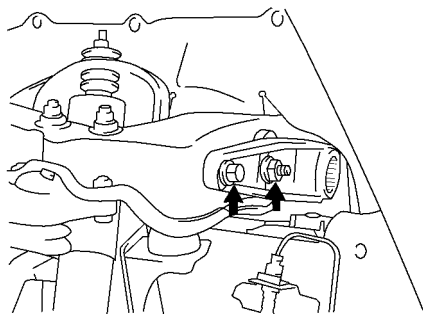

图 14-85 拆下扭力臂
(5) 拆下扭力臂。旋下螺母和螺栓，拆下扭力臂，如图 14-85 所示。